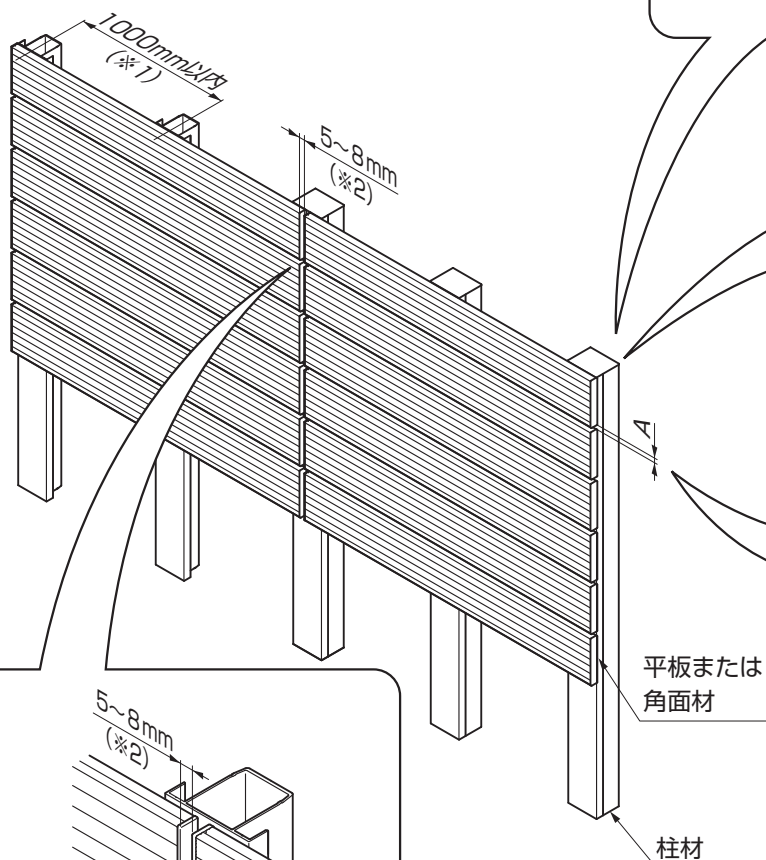

図2-2 横方向に連続させる場合
- 4) 平板・角面材を横方向に連続させる場合、すき間は5～8mm(※2)にしてください。(図2-2参照)